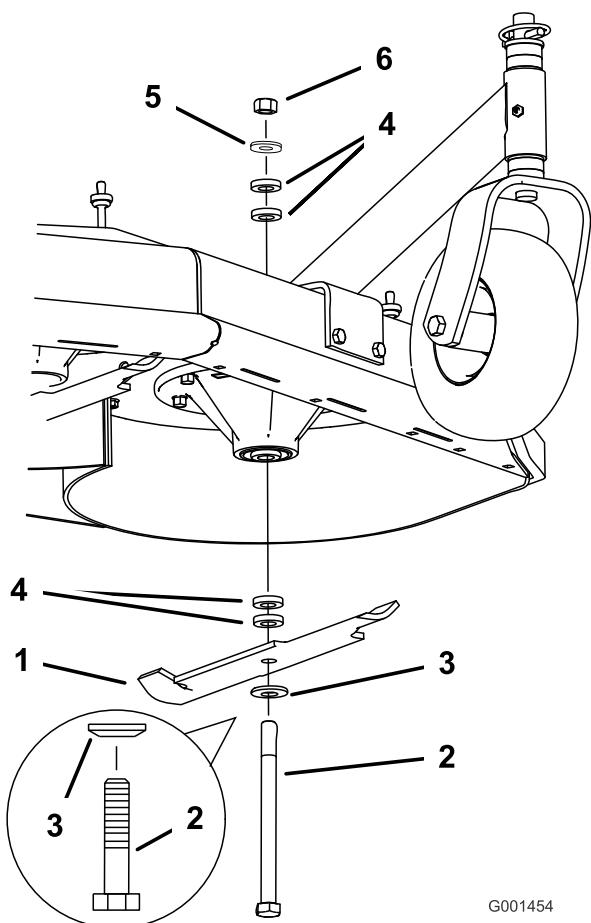

Figure 12
- Retirez le boulon de lame et l'écrou (Figure 12).
- Enfilez le boulon dans l'axe et changez les entretoises selon les besoins (Figure 12).
- Posez le boulon et la rondelle bombée, ajoutez une ou des entretoise(s) et fixez-les avec une rondelle mince et un écrou (Figure 12).